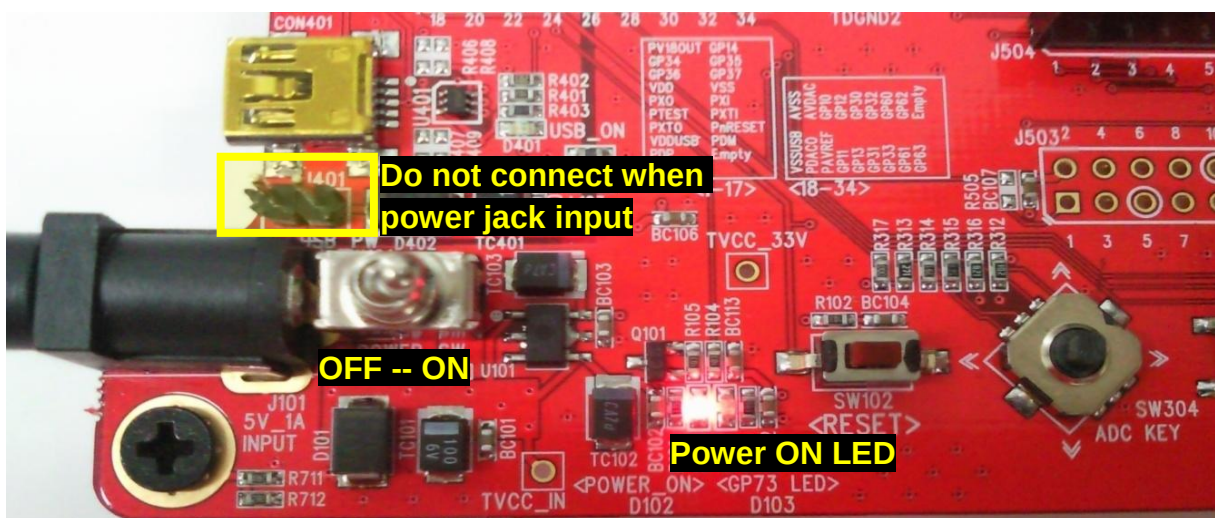

FIGURE. 4
- USB 전원을 사용할 경우 Figure.4 를 참조하여 [J401] header 을 단아주어야 한다. [J401]을 닫은 상태에선 USB 케이블과 adapter 전원을 동시에 삽입하면 안된다.